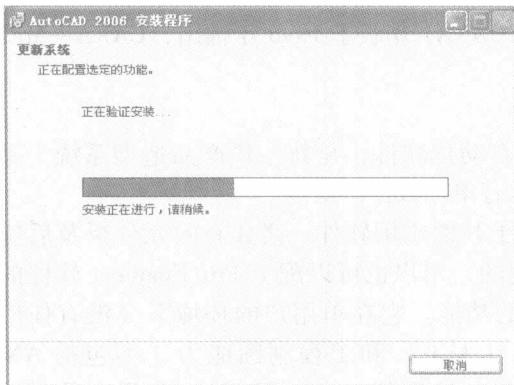

图 1-13 “更新系统”对话框
11) 在“开始安装”对话框中，单击“下一步”按钮，弹出“更新系统”对话框，如图 1-13 所示。“更新系统”对话框显示了安装进度。